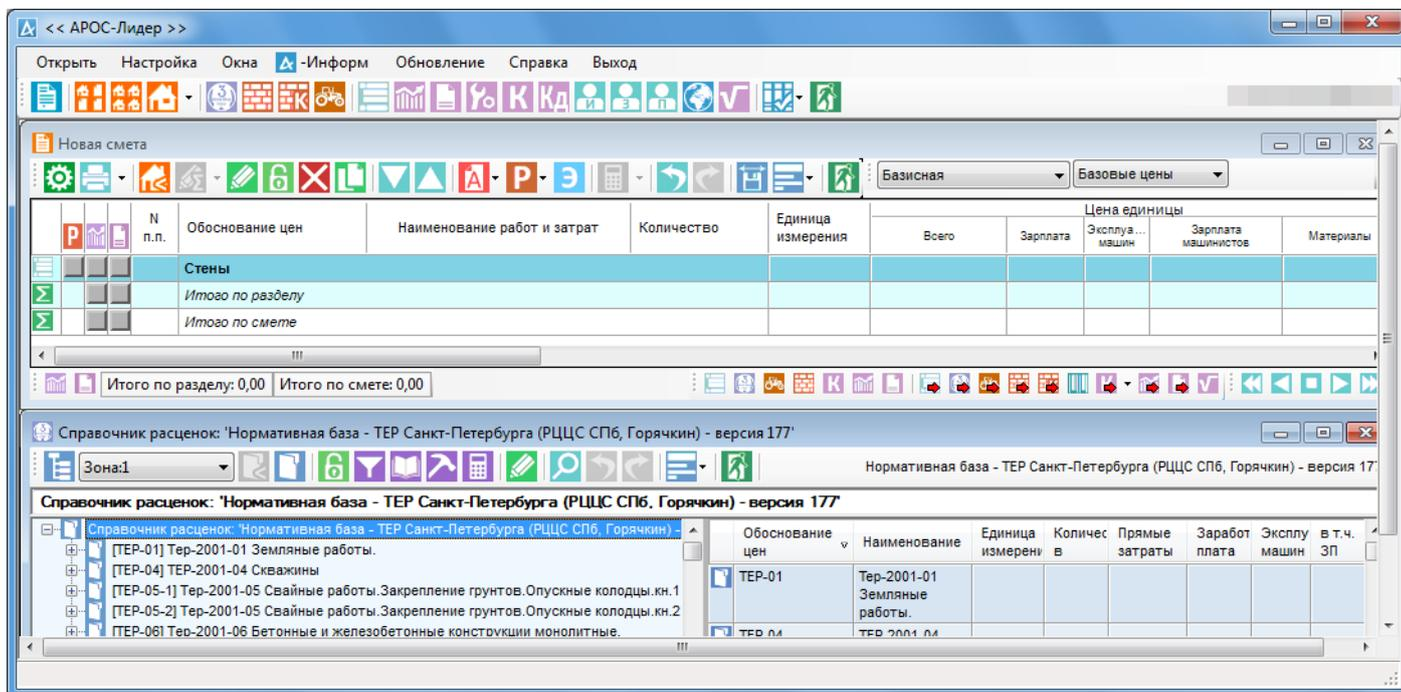

Рис. 4.13. Расположение окон при занесении расценки из справочника
**из справочника**  на нижней панели инструментов. Открывается окно в нижней части экрана со списком справочников из нормативной базы. Рабочее окно имеет вид, показанный на рис. 4.13.
**на основные сборники**  (рис. 4.13.).